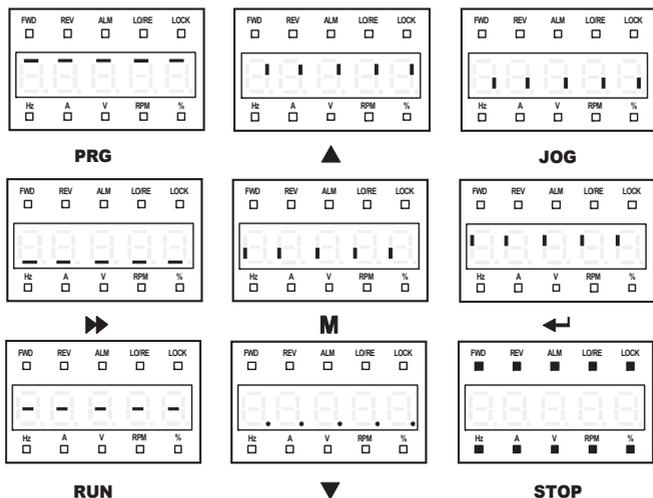

图 5-14 操作面板按键与显示对应图
2. 任意按操作面板按键，观察有数码管及指示灯显示的状态，以检测对应按键是否有效，对应显示如图 5-14 所示。